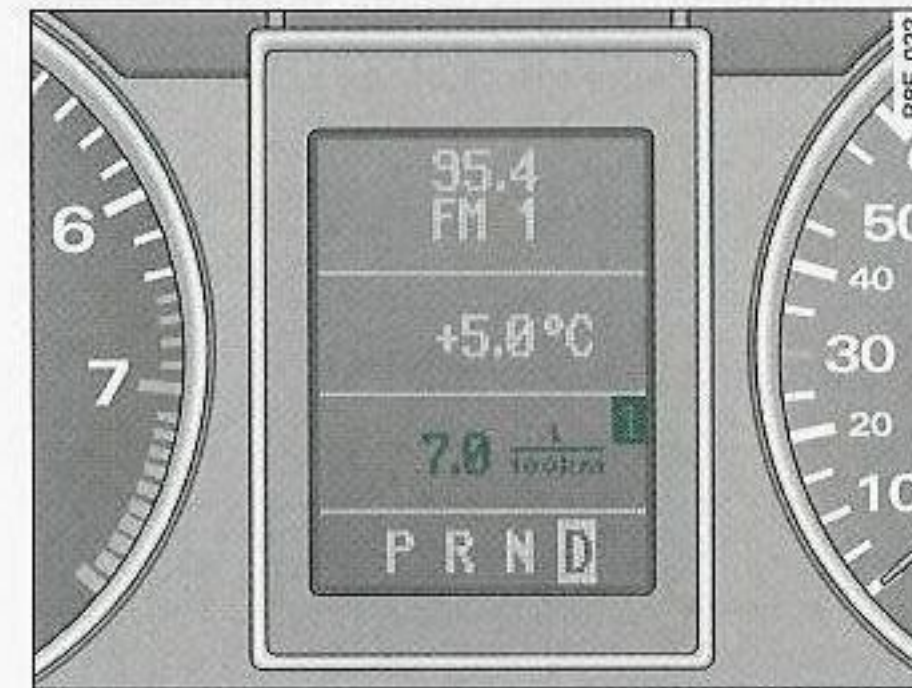

Fig. 23 Indicación del ordenador de a bordo: Consumo actual
La información sobre estos 5 datos, es decir, autonomía, duración del viaje, consumo medio, velocidad media y consumo actual se visualizan en la pantalla digital del FIS en el orden descrito ⇒ página 43, fig. 23.
- Pulse brevemente la tecla Reset para seleccionar los diferentes campos de indicación. Si mantiene pulsada la tecla "Reset" durante un segundo, se pondrá a cero el valor actual (p. ej., el valor de consumo actual ⇒ *página 43*, fig. 23).